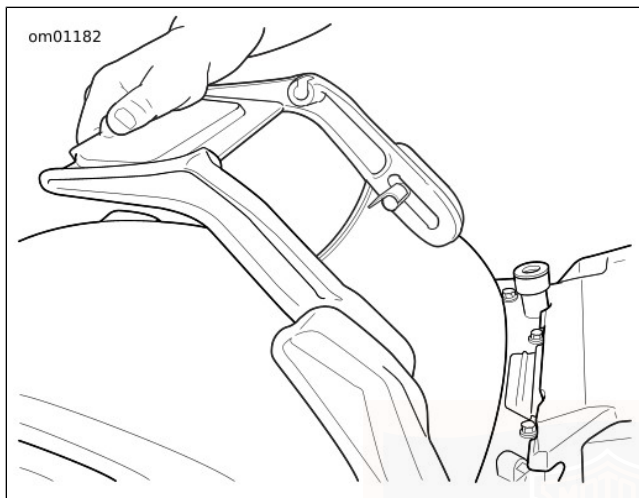

Figura 76. Sostegno del sellino in posizione: Modelli FXCWC
3. Vedere Figura 76. Spingere nuovamente il sostegno del sellino verso il basso, giù per le scanalature, in modo tale che i perni di arresto si impegnino completamente nel fondo delle scanalature laterali dell'alzata.